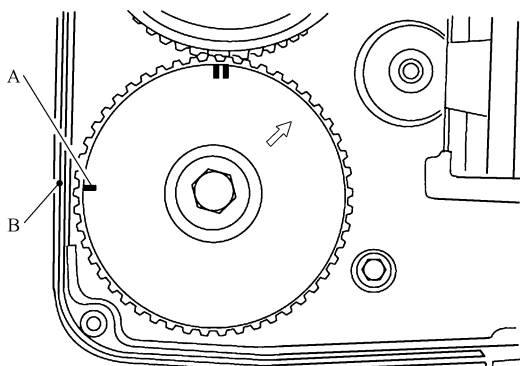

图 27-65 标记 A 对准槽口 B
② 把排气凸轮轴链轮 (右) 上的标记 A 与正时带罩上的槽口 B 对齐, 如图 27-65 所示。